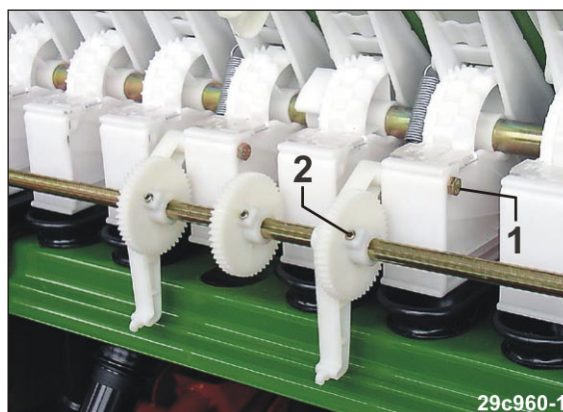

Fig. 248
4. Schrauben (Fig. 248/1) entfernen.
5. Innensechskantschrauben (Fig. 248/2) lösen.